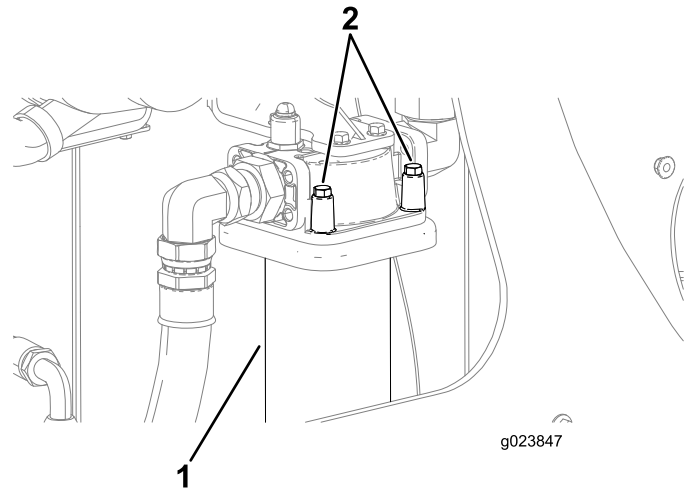

Figure 120
3. Placez un bac de vidange ou plusieurs chiffons sous le filtre de charge (Figure 120).
4. Placez une main sous le filtre de retour hydraulique et retirez les 4 boulons, comme montré à la Figure 120.
7. Placez le filtre de retour hydraulique neuf devant son siège et serrez les 4 boulons (Figure 120).